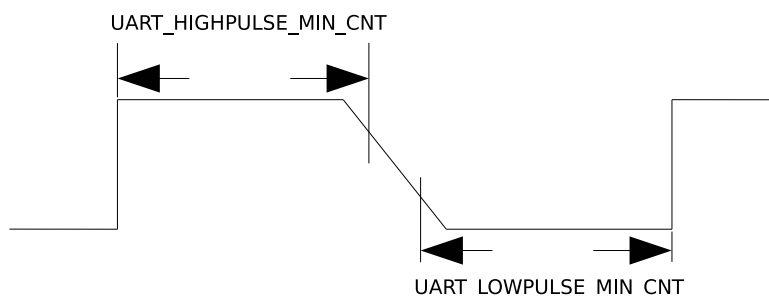

图 26.4-3. UART 信号下降沿较差时序图
2. 对于 UART 信号的下降沿信号比较差的情况，如图 26.4-3 所示，这时通过取 `UART_LOWPULSE_MIN_CNT` 与 `UART_HIGHPULSE_MIN_CNT` 的和平均得到的值不准确，可以通过 `UART_POSEDGE_MIN_CNT` 获取发送方波特率。计算公式如下：